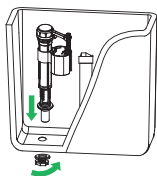

Рис. 4 / 4-сур.
2. Закрепите впускной клапан в сливном бачке, как показано на рис. 4.